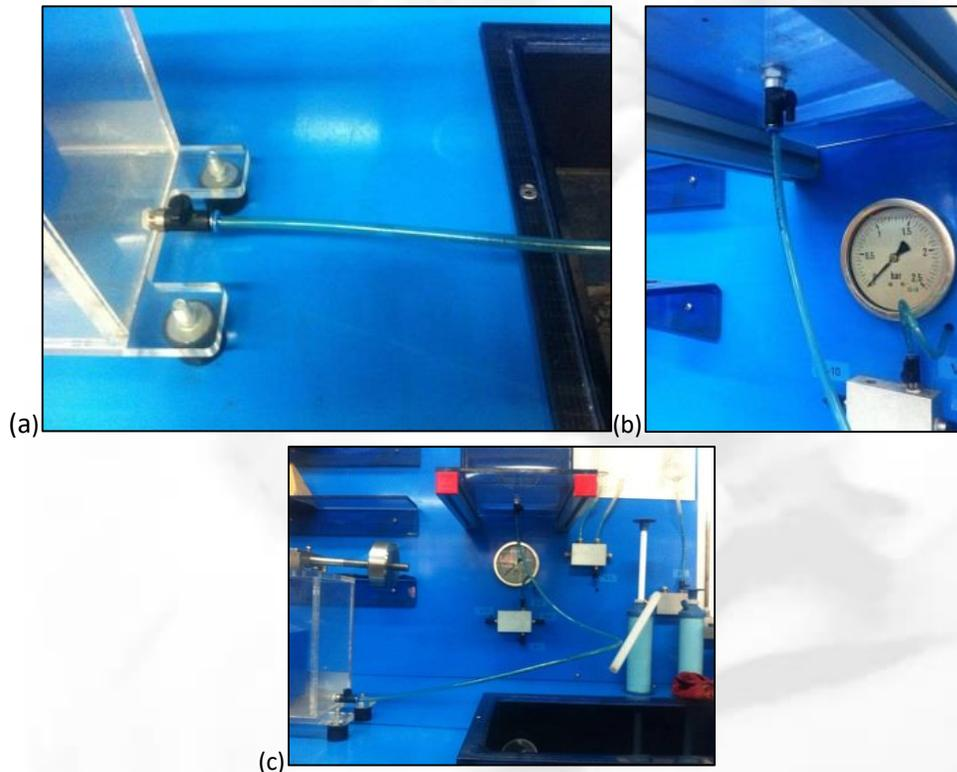

Figura 8. Conexión al tanque (a) al aparato (b) al tanque (c) general (Fuente: Propia)
4.1.4. Conectar mediante una manguera el tanque (1) a la entrada del aparato de presión hidrostática (A). (Figura 8)